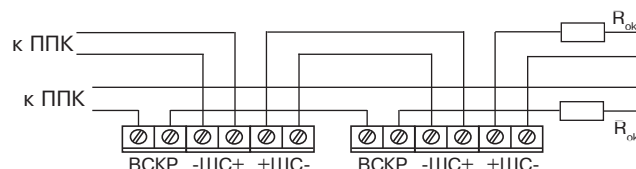

Рисунок 3 — Схема подключения нескольких извещателей в ШС
- допускается параллельное подключение нескольких извещателей в ШС (рисунок 3).